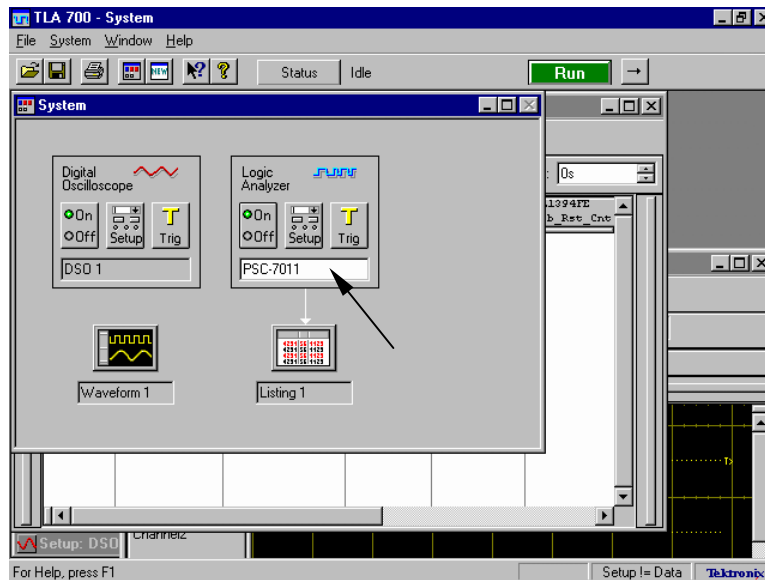

図 1-4 : PSC-7011 サポート・ソフトウェアが読み込まれると、LA モジュールの名称が PSC-7011 に変更されます。
5. 図 1-4 のように LA モジュールの名称が読み込んだサポートに応じて[PSC-7011]に変更されたことを確認します。